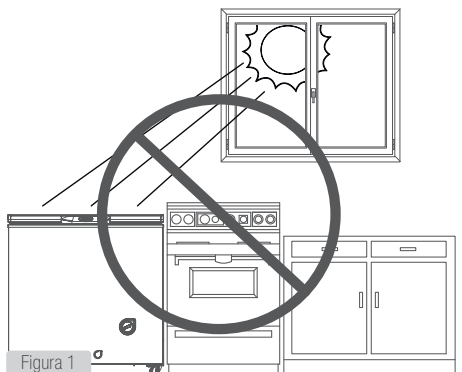

Figura 1
- 4 El freezer no debe ubicarse cerca de fuentes de calor, como hornos o cocinas. Evite la exposición solar directa. Nunca se debe exponer a eventuales chorros o salpicaduras. (Figura 1)